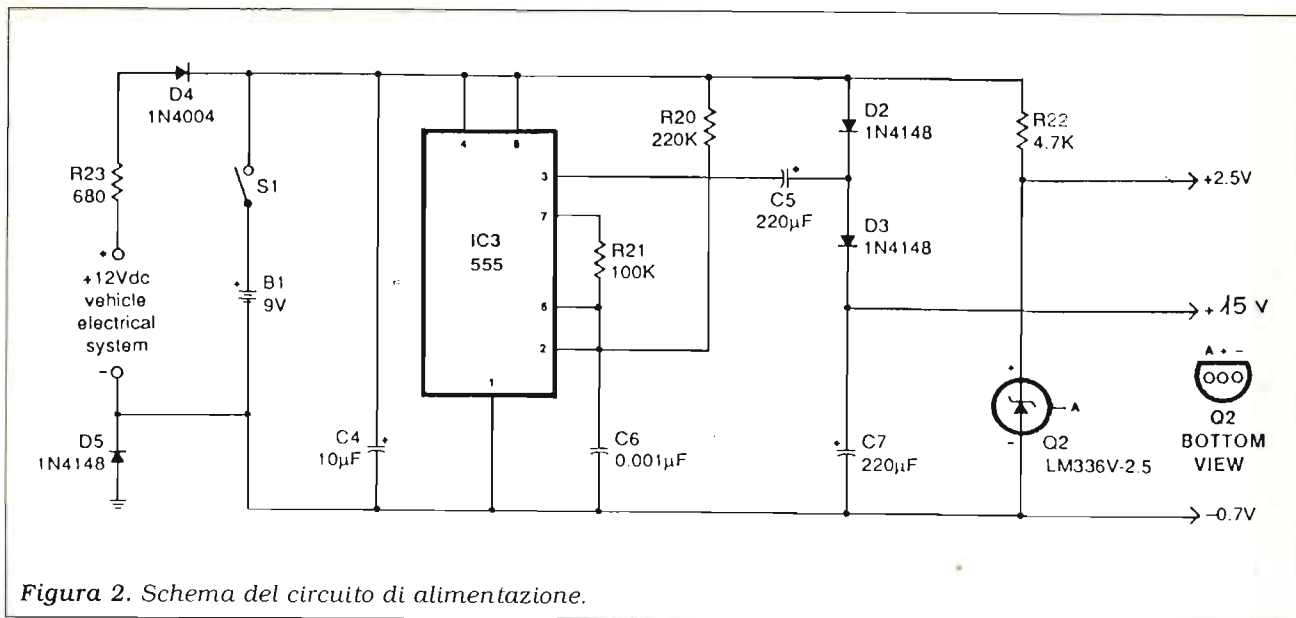

Figura 2. Schema del circuito di alimentazione.
L'alimentazione al progetto può essere fornita sia da una comune batteria a 9 volt sia dalla tensione a 12 volt dell'impianto elettrico del veicolo, come illustrato in figura 2.
Il timer (555) **IC3** di **figura 2** opera in configurazione multivibratore astabile; esso genera un'uscita ad onda quadra, con un potenziale picco-picco di circa 7 volt al piedino **3**.
Se si utilizza un contenitore metallico, per un altimetro alimentato dall'impianto elettrico del veicolo, assicurarsi di **isolare accuratamente la massa del circuito**; infatti, lo chassis del veicolo è la massa negativa della tensione a 12 volt e, come indicato in **figura 2**, **non è connessa** alla massa del circuito dell'altimetro.